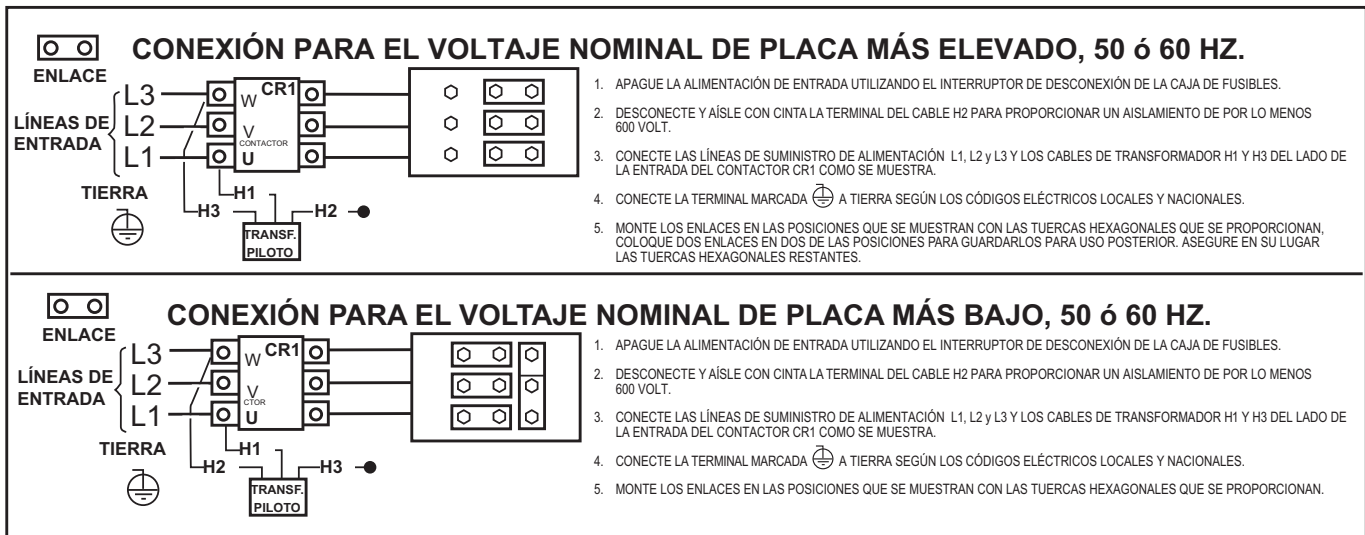

FIGURA A.4-Posiciones de la Tarjeta del Panel de Reconexión para Máquinas de Voltaje Dual
1. Para el Voltaje Dual, a excepción de 380/500-460/575, consulte la Figura A.4. (M15009)